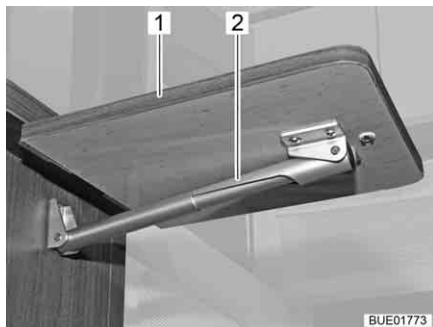

Fig. 122 Mesa de bar plegable, desplegada
- Agarrar la parte inferior de la mesa de bar plegable (Fig. 122,1) y extraer la misma del sujetador magnético tirando ligeramente.
- Girar el tablero de la mesa hacia arriba hasta que se active la fijación del soporte telescópico (Fig. 122,2). Soltar el tablero de la mesa.